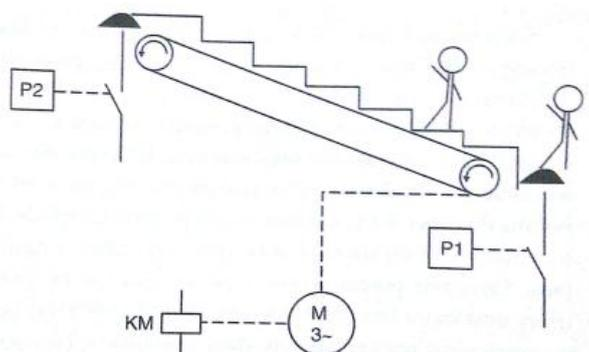

Figura 1.
01. (20 pontos) Um equipamento muito comum em metrô e shoppings é a escada rolante. A Figura 1 exemplifica esta aplicação. Seu funcionamento deve ocorrer da seguinte maneira: a escada é acionada automaticamente quando uma pessoa se aproxima do início dela. A pessoa é transportada até o ponto final. Se, no tempo de T segundos, outras pessoas sobem na escada, ela continua a funcionar. Se, depois de T segundos, ninguém subir na escada, ela para automaticamente, ou seja, a escada só funciona, se há alguém utilizando-a. Esta aplicação tem a finalidade de economia de energia. Utilize seus conhecimentos em programação LADDER e a tabela de símbolos dada, para elaborar o diagrama resolutivo que implementa a operação da escada rolante mencionada.